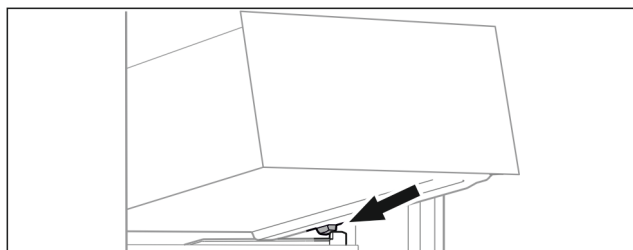

Fig. 71
- Sæt skuffen skråt bag stoppene på beholderristen. (se Fig. 71)